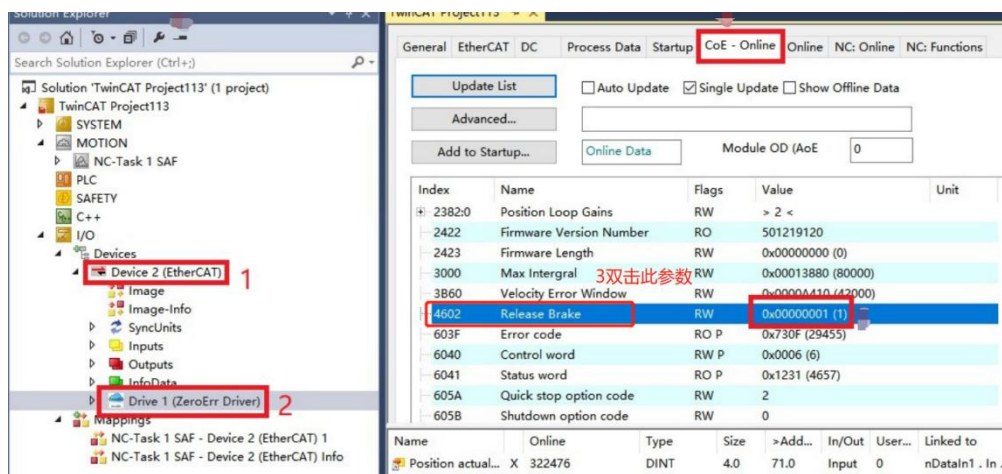

图 8-4 TwinCAT 操作释放刹车
Step2: 以 TwinCAT3 主站为例, 通过 SDO 访问释放刹车参数对象 4602h (Release Brake) 写入值 1, 操作方法如图 8-4, 点击 “Device 2(EtherCAT)”, 点击 “Drive1(zeroErr Driver)”, 点击 “CoE-Online”, 下拉找到对象 “4602”, 左键双击此参数对象, 弹出 “Set Value Dialog” 界面, 在 “Dec” 值输入 1, 最后点击 “OK”, 则制动器处于释放 (非制动) 状态, 写入值 0, 则制动器处于闭合 (制动) 状态。